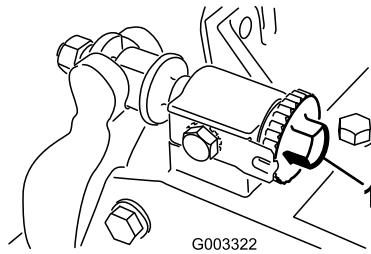
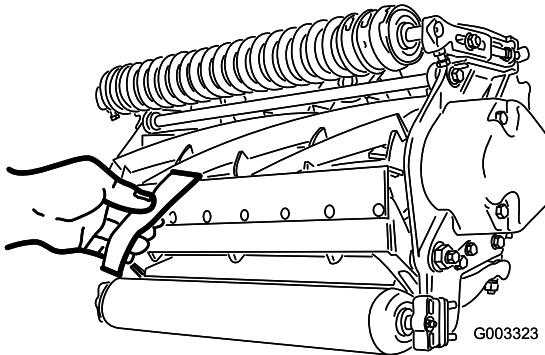

Figura 8
Figura 9
1. Posizionate la macchina su una superficie piana e uniforme. Accertatevi di eliminare il contatto del cilindro ruotando le viti di regolazione della barra di appoggio in senso antiorario (Figura 8).
Importante: Accertatevi che i dadi sull'estremità posteriore delle viti di regolazione della barra di appoggio non pogginino sul piano di lavoro (Figura 8).
3. Ad una estremità del cilindro, inserite una striscia di carta da giornale tra il cilindro e la controlama (Figura 9). Mentre ruotate leggermente in avanti il cilindro, ruotate la vite di regolazione della barra di appoggio (Figura 8) in senso orario (sullo stesso lato del cilindro, uno scatto per volta) finché la carta - inserita dalla parte anteriore, parallelamente alla controlama - non verrà leggermente compressa, se inserita dalla parte anteriore, parallelamente alla controlama. Avvertirete una leggera resistenza mentre la carta viene tirata.
5. Una volta terminata la regolazione, verificate che il cilindro comprima la carta, quando viene inserita dalla parte anteriore, e che tagli la carta, quando viene inserita ad angolo retto rispetto alla controlama (Figura 9). Deve essere possibile tagliare la carta con un contatto minimo tra la controlama e le lame del cilindro. Se risulta evidente una resistenza del cilindro/un contatto eccessivo, sarà necessario lappare o riaffilare l'apparato di taglio per ottenere il livello di affilatura necessario per un taglio di precisione (Fate riferimento al manuale Toro per l'affilatura del cilindro e delle macchine a taglio rotativo , Modulo N. 80-300PT).